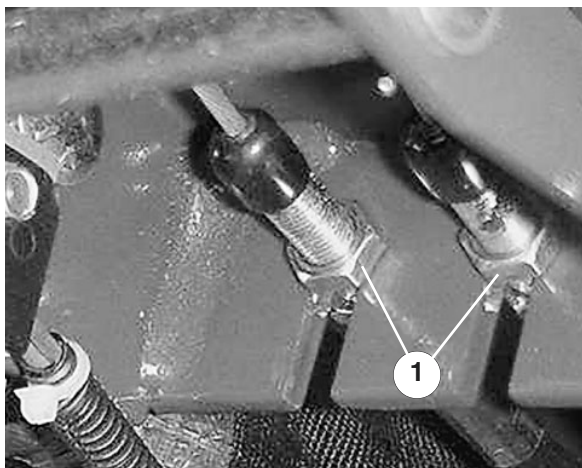

Figure 45
1. Pour réduire la garde aux pédales des freins directionnels, serrez les freins, desserrez l'écrou avant sur l'extrémité fileté du câble de frein (Fig. 45). Serrez ensuite l'écrou arrière pour déplacer le câble en arrière jusqu'à obtention d'une garde de 13 à 25 mm. Resserrez l'écrou avant une fois que les freins sont réglés correctement.